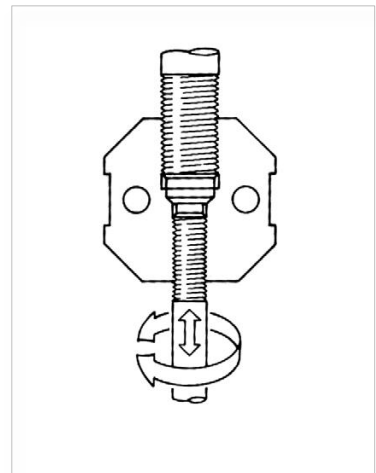

Bild 10: Klemmstück Verbindung von Ventil- und Antriebsstange
8. Zur Feineinstellung bei Ventilen ohne Faltenbalg kann (bei vom Sitzring abgehobenem Kegel) die Ventilstange nach Lockern der Klemmstück-Schrauben mit an Antriebs- und Ventilstange angesetzten Schraubenschlüsseln in die entsprechende Richtung geschraubt werden (Bild 10). Anschließend ist das Hubanzeigeschild bei geschlossenem Ventil zu justieren.
Die Einstellung des Startpunktes geschieht einfach durch Veränderung des Abstandes zwischen Ventil- und Antriebsstange innerhalb des Klemmstückes (Bild 10):